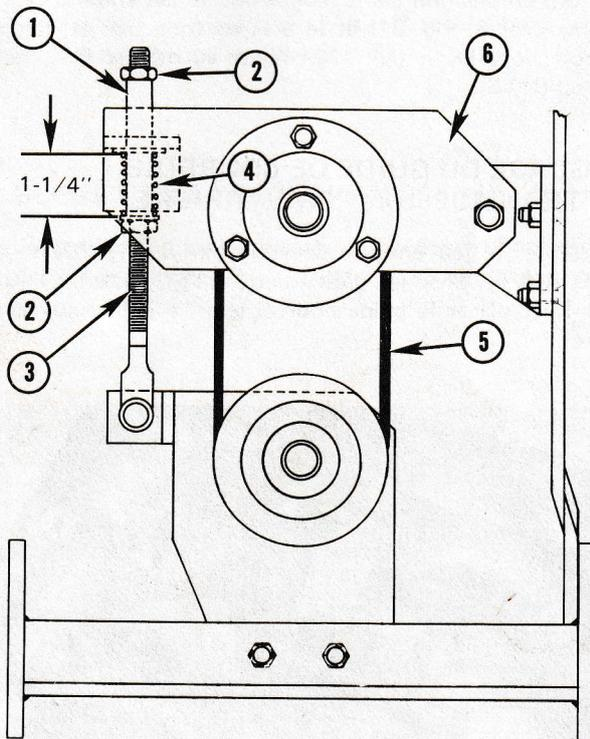
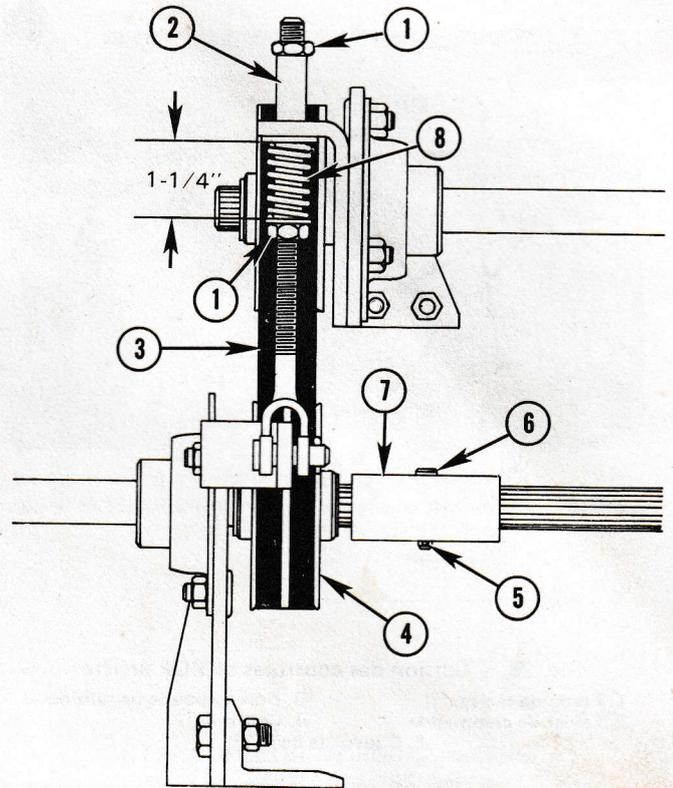

Fig. 26 — Tension des courroies avant
Fig. 27 — Remplacement des courroies de PDF avant
La tension des courroies d'entraînement est correcte lorsque la longueur du ressort est de 3,17 mm (1 1/4") (N° 4, Fig. 26). Vérifier cette longueur et, si c'est nécessaire, la régler avec les écrous (N° 2) jusqu'à ce qu'elle soit correcte (3,17 mm) (1 1/4"). Voir aussi Fig. 27.
- Desserrer l'écrou de réglage inférieur (N° 1, Fig. 27), abaisser le support de poulie supérieure (N° 6, Fig. 26), et enlever les courroies (N° 5).
- Enlever la goupille fendue (N° 5, Fig. 27) et l'axe d'assemblage (N° 6). Faire glisser le manchon d'accouplement (N° 7) vers l'arrière et enlever les courroies (N° 3) de la poulie inférieure (N° 4).